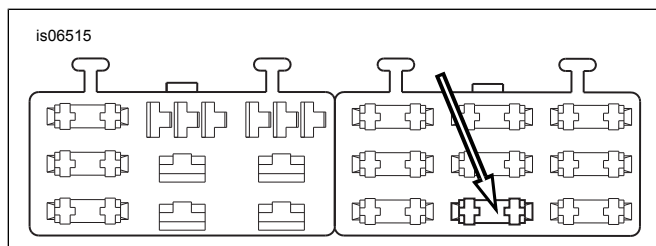

Figure 8. Cavité du bloc fusibles « OPEN » (ouverte) (Dyna 2004 et plus récents)
4. Voir Figure 8. Repérer la cavité de fusible (1) marquée « OPEN » (ouverte) sur le couvercle du bloc fusibles dans le bloc fusibles de droite. Insérer la borne sur le fil adaptateur orange/blanc jusqu'au fond. Examiner une autre borne posée à l'usine pour effectuer une comparaison et s'assurer de l'orientation et la profondeur correctes.